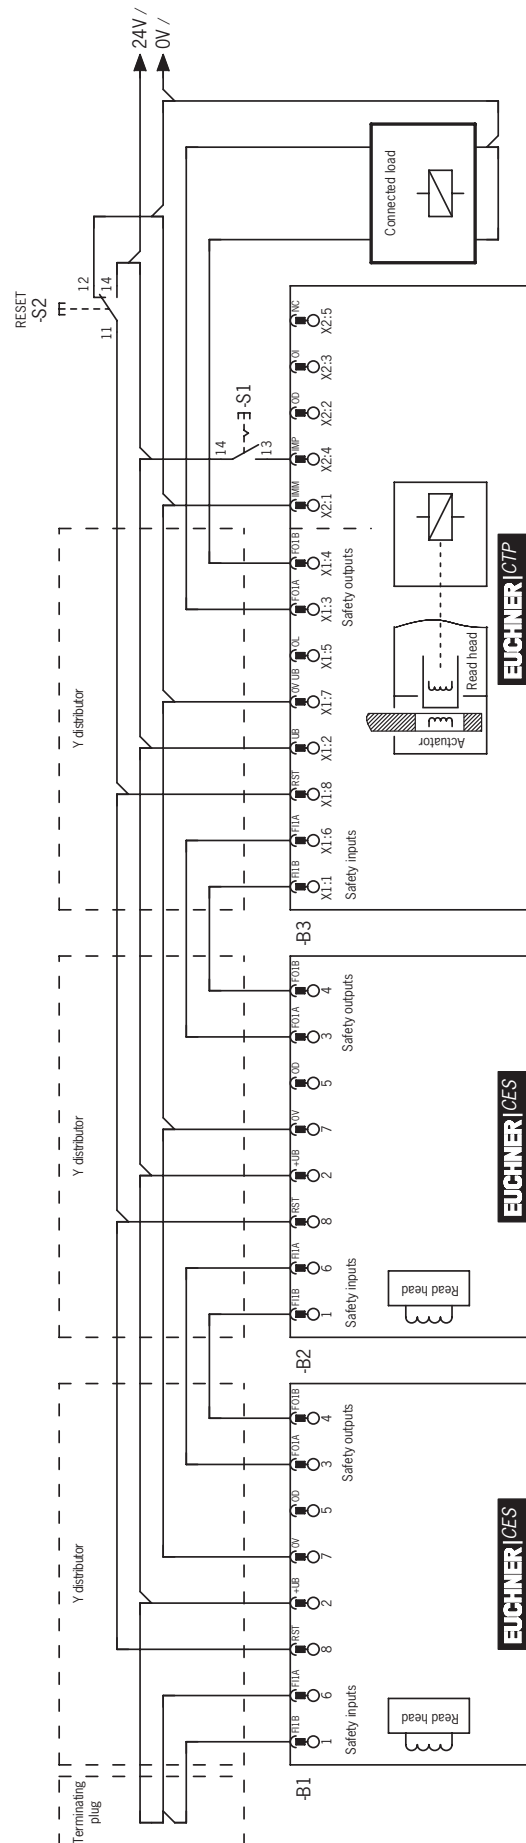

Bild 5: Anschlussbeispiel für Betrieb in einer CES-AR Schalterkette
- › Es muss ein gemeinsames Signal für alle Schalter in der Kette verwendet werden. Dies kann ein Wechselschalter sein, es kann aber auch der Ausgang einer Steuerung verwendet werden. Ein Taster ist nicht geeignet, da der Reset im Betrieb immer auf GND liegen muss (siehe Schalter S11 in *Bild 5 auf Seite 25*).
Damit dies möglich ist, muss der Eingang RST wie in *Bild 5 auf Seite 25* beschaltet sein.